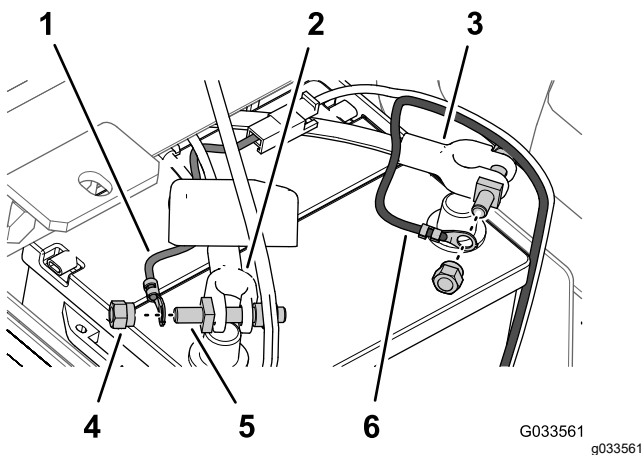

Figura 29
6. Fixezi borna inelară a siguranței fuzibile (cablajul pulverizatorului) la suportul urubului de bornă pe care l-ai asamblat la cablul pozitiv al bateriei cu o piuliță de strângere (Figura 29).
7. Fixai borna inelară a cablului negativ (negru – cablajul pulverizatorului) la suportul urubului de bornă pe care l-ai asamblat la cablul negativ al bateriei cu o piuliă de strângere (Figura 29).